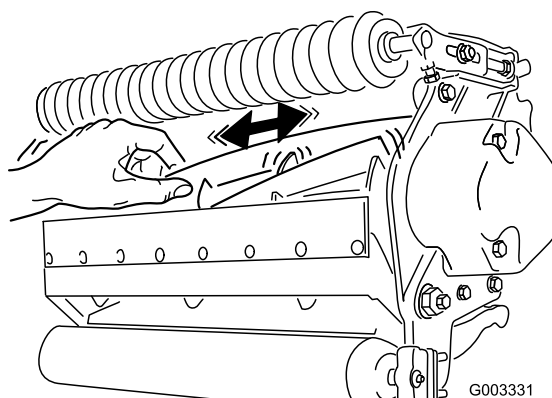

Figura 30
2. Utilizando um pano ou luva almofadada, segure a lâmina do cilindro e tente mover o conjunto do cilindro de um lado para outro (Figura 30).